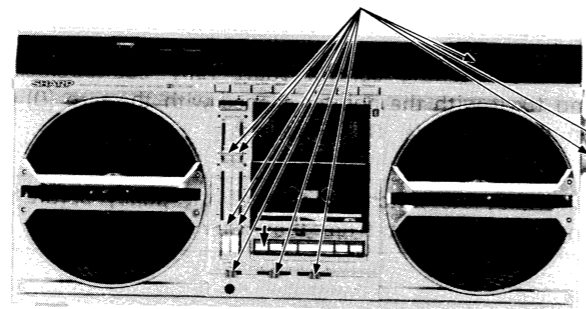

Figure 7-1
- 1) Pull out ten knobs shown in Fig. 7-1.
- 2) Push the cassette ejection key to open the cassette compartment. See Fig. 7-1.
- 1) Zehn Knöpfe gemäß Abb. 7-1 herausziehen.
- 2) Die Cassettenauswurf-taste drücken, um das Cassettenfach zu öffnen. Siehe Abb. 7-1.
- 1) Retirer les dix boutons indiqués dans la Fig. 7-1.
- 2) Abaisser la touche d'éjection de la cassette pour ouvrir le compartiment de la cassette. Voir Fig. 7-1.